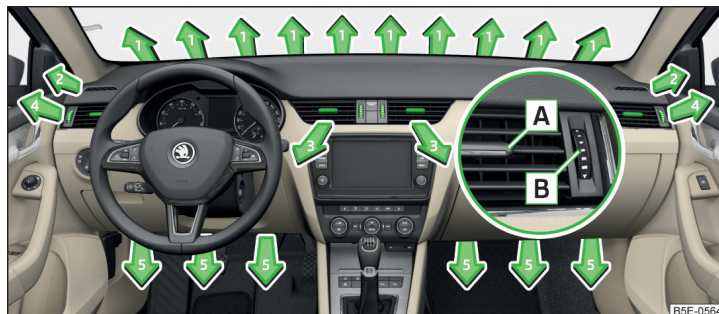
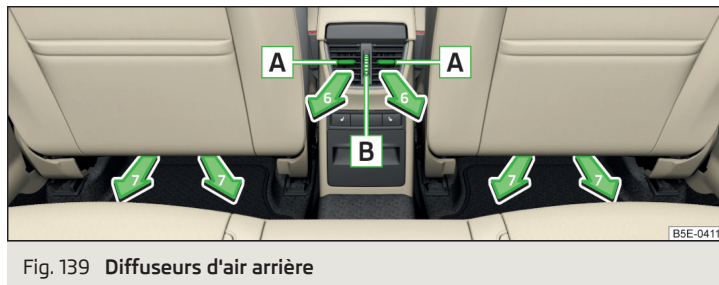

Fig. 138 Diffuseurs d'air avant
Fig. 139 Diffuseurs d'air arrière
Les diffuseurs d'air 3, 4 » fig. 138 et 6 » fig. 139 offrent la possibilité de modifier la direction du débit de l'air et peuvent s'ouvrir et se fermer séparément. ▶
► Pour modifier la hauteur du flux d'air, faites pivoter les lamelles horizontales à l'aide de l'élément de réglage coulissant **A** » fig. 138 ou » fig. 139 vers le haut ou vers le bas.
► Pour modifier la direction du flux d'air, tournez les lamelles verticales à l'aide de l'élément de réglage coulissant **A** » fig. 138 ou » fig. 139 vers la droite ou vers la gauche.
► Tournez vers le haut le régulateur **B** » fig. 138 ou » fig. 139.
► Tournez vers le bas le régulateur **B** » fig. 138 ou » fig. 139.
Réglage de la direction du débit d'air	Busés de sortie d'air actives » fig. 138 et » fig. 139